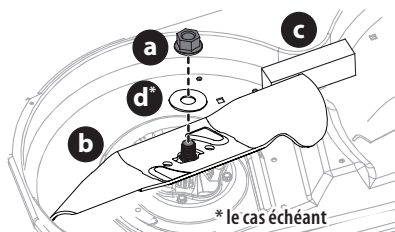

Fig. 51
2. Utilisez une clé de 15/16 po pour maintenir l'écrou hexagonal au sommet de l'ensemble de la fusée en desserrant l'écrou hexagonal (a) et la rondelle (d)* retenant la lame (b). Vous pouvez placer une cale en bois (c) entre le carter du plateau de coupe et le tranchant de la lame (b) pour aider à débloquer l'écrou hexagonal (a) et la rondelle (d)* retenant la lame (Fig. 51).
2. Lorsque vous réinstallez les lames, assurez-vous de ce qui suit (Fig. 51 à la page 107) :